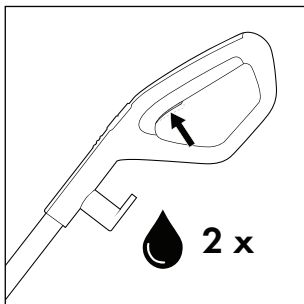
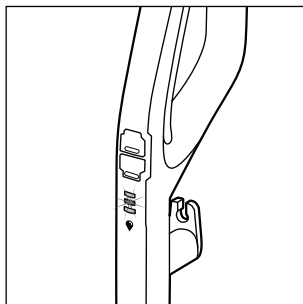

Fig. 14
Fig. 15
- ◆ Prima di ogni uso premere due volte brevemente l'interruttore della soluzione detergente  **15** per attivare la funzione di spruzzo continuo e preparare il rullo a spazzola **6** all'uso con soluzione detergente (vedere fig. 14). L'indicazione della soluzione detergente  **12** lampeggia alternatamente con luce blu quando la funzione di spruzzo continuo è attivata o si mantiene premuto l'interruttore della soluzione detergente  **15** (v. fig. 15).